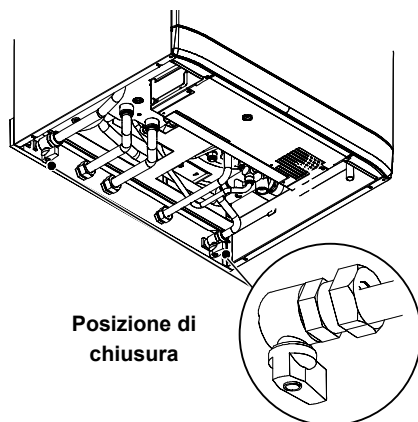

Figura 2.9
- Chiudete i rubinetti della caldaia Figura 2.9;